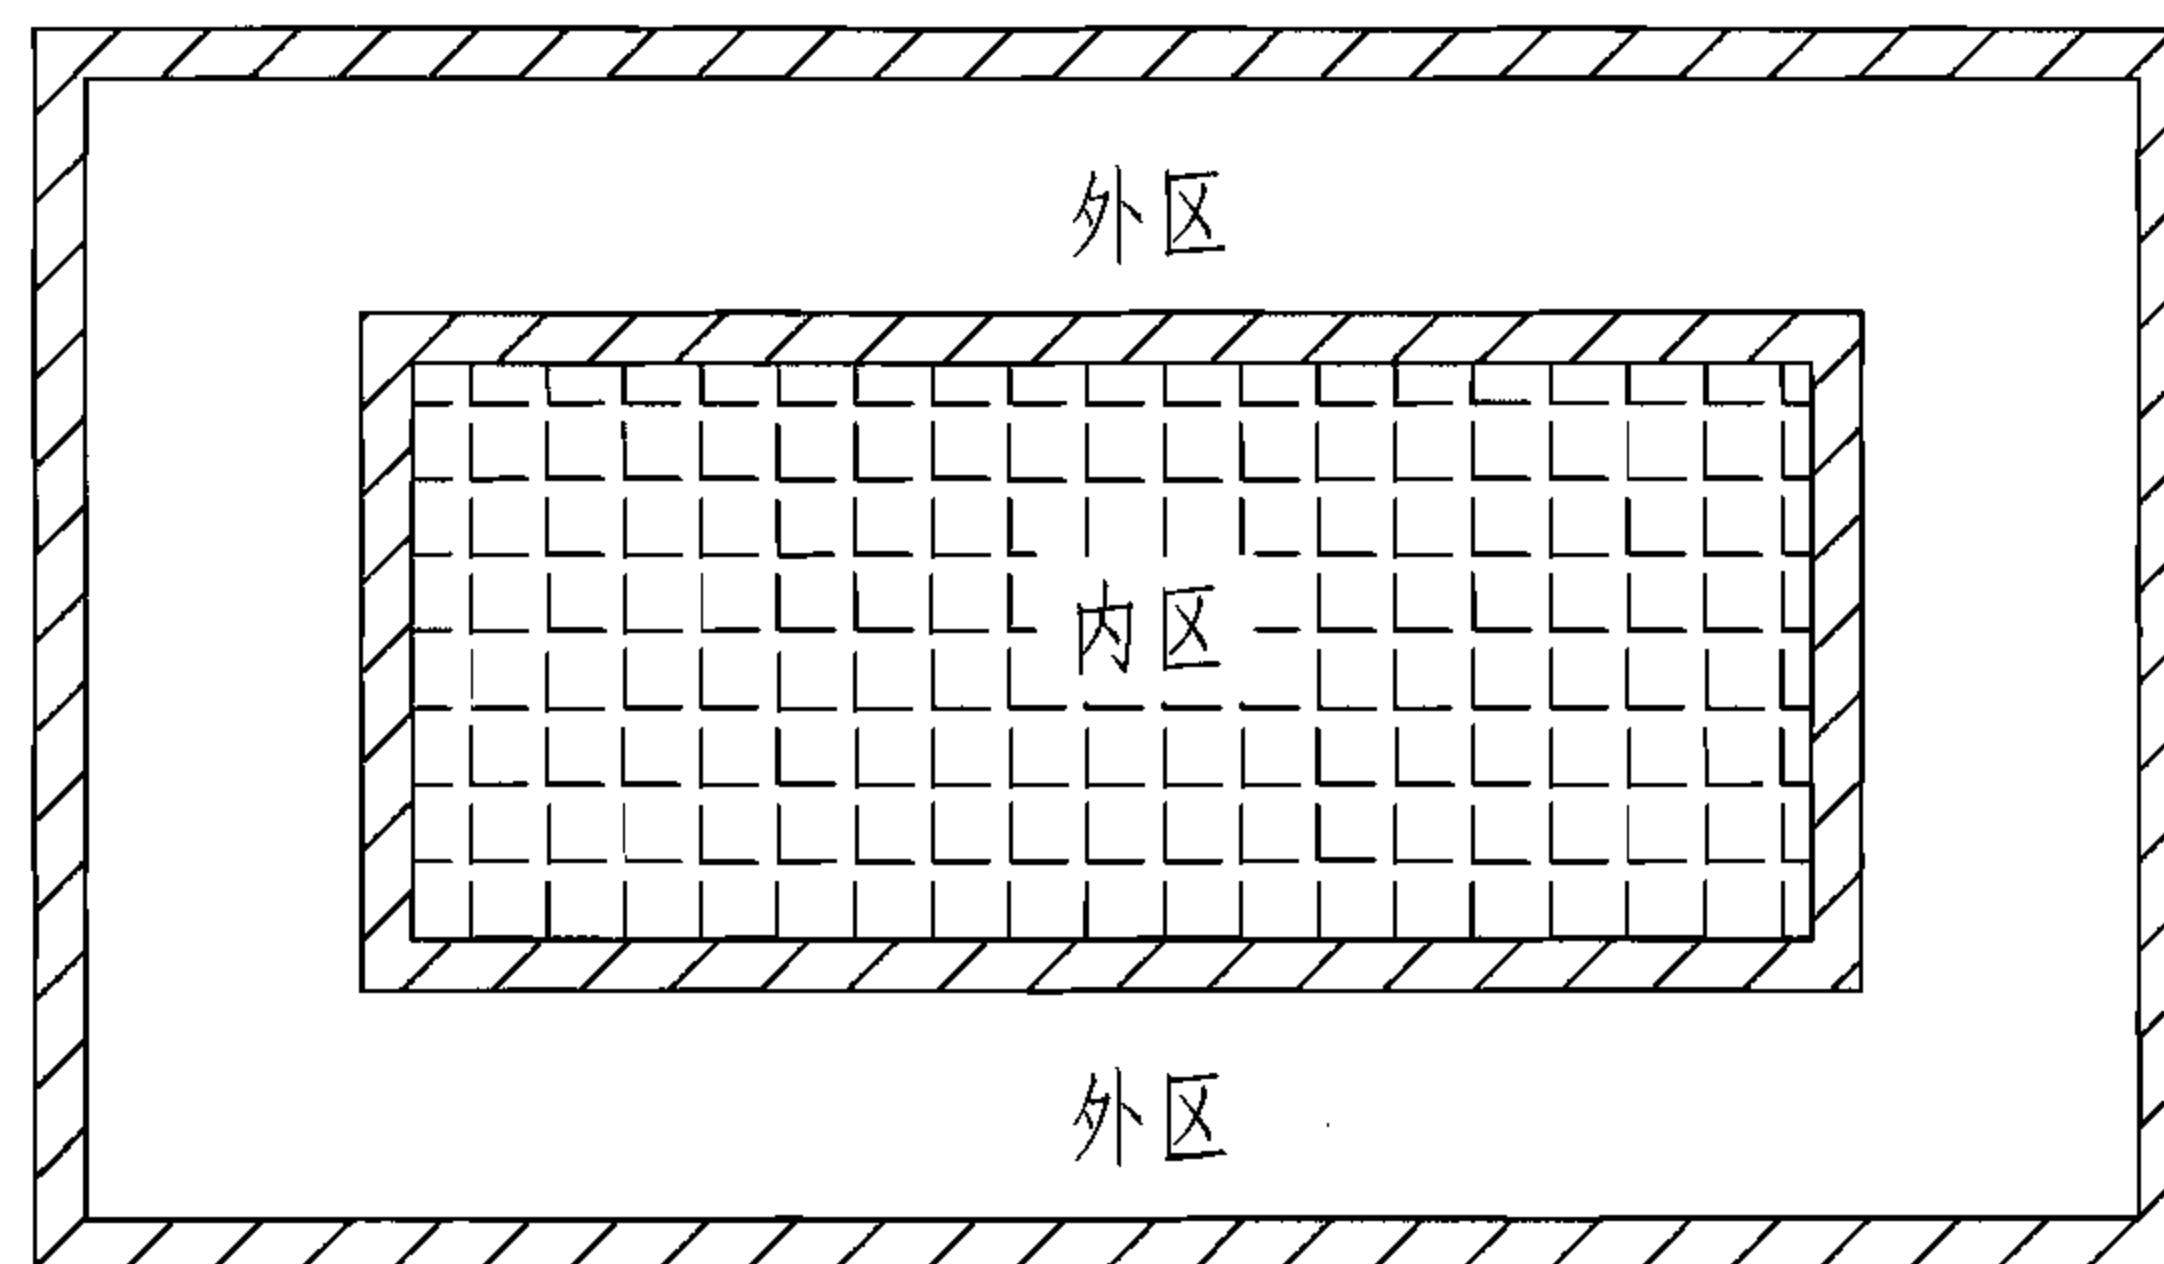
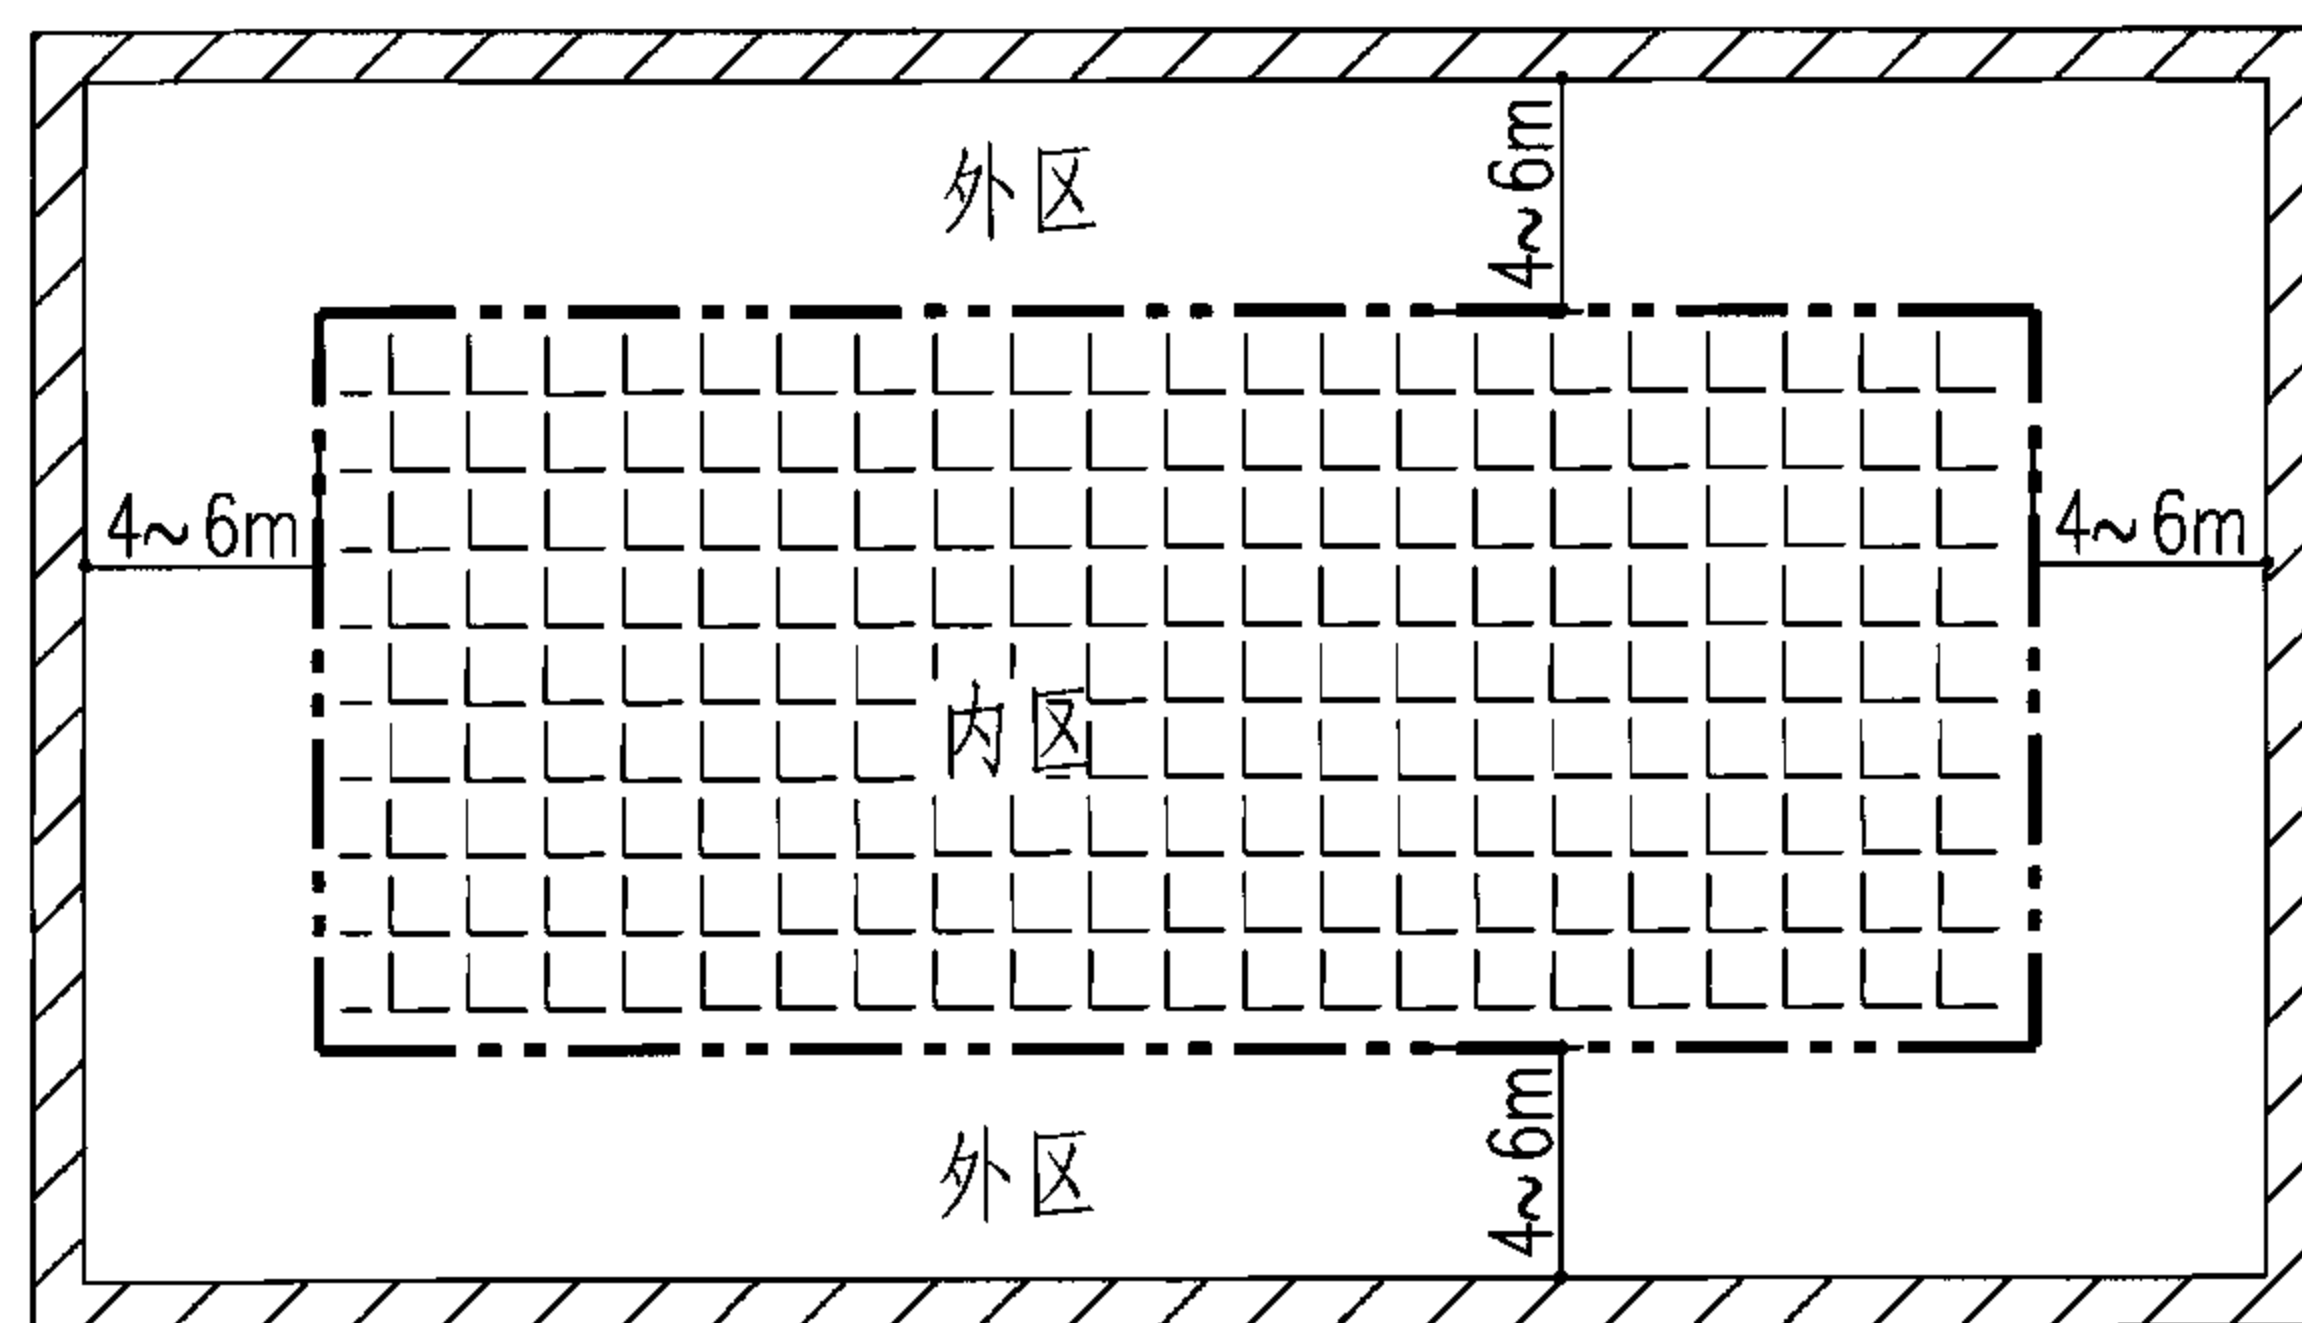

图7 建筑有实体隔断
图8 建筑无实体隔断
3.2.3 建筑内外分区:当有实体隔断时,内外分区以隔断为界;当无明显实体隔断时,取外墙向内4~6m为外区,如图7、图8所示。